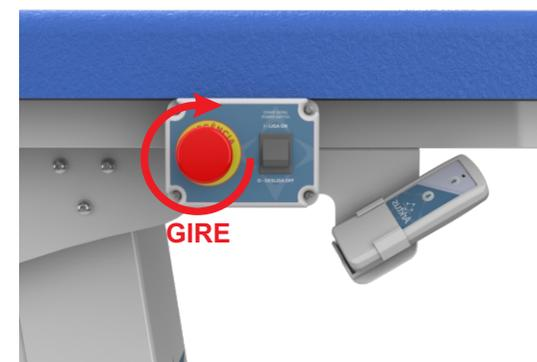

Figura 13
- 4 - Para realizar a liberação das chaves de segurança basta girá-las em sentido horário de acordo com a **Figura 13** disposta ao lado;